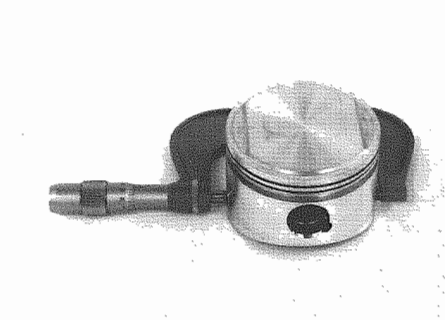

Fig. 105 - Misurare il pistone
- Misurare il diametro esterno di ogni pistone, a 90° rispetto allo spinotto ed a mm 14 ÷ 14,5 dalla base, come mostrato in **Fig. 105**. Sostituire il pistone se il valore riscontrato è inferiore al valore minimo dato (vedi pag. 1-3).
- Measure the outer diameter of each piston, at 90° compared to the piston pin and at 14 ÷ 15 mm from the bottom, as shown in **Fig. 105**. Replace the piston if the value measured is lower the minimum value given (see page 1-3).